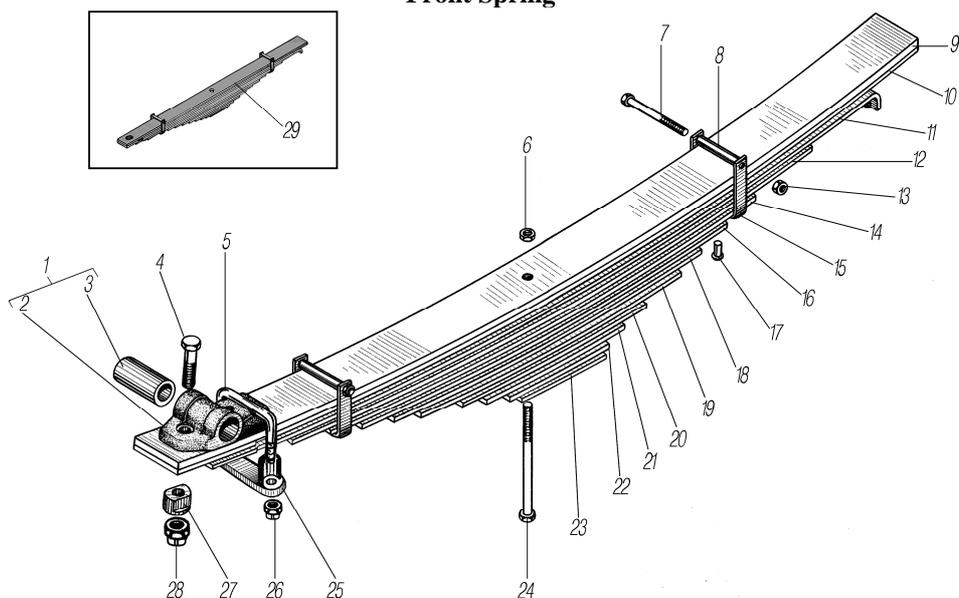

Рисунок 3.7
*¹ См. рисунок 3.7
See figure 3.7.